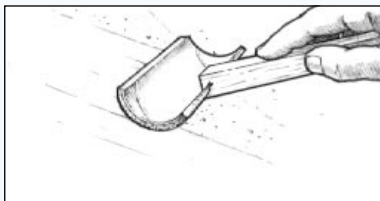

Figura 31 Tamponare il rivestimento trascinando delicatamente un pennello a forma di rullo di schiuma sulla resina fresca.
8. **Dopo l'applicazione di ogni singola mano, "tamponare"** il rivestimento trascinando delicatamente un pennello a forma di rullo di schiuma sulla resina fresca con lunghe e uniformi passate sovrapposte. Esercitare una pressione sufficiente a uniformare i ritocchi, ma non sufficiente a rimuovere la resina (*Figura 31*). Alternare la direzione di applicazione delle varie mani, la prima mano in verticale, la seconda in orizzontale, la terza in verticale, ecc. Per ottenere un'eccellente pennello per tamponare, tagliare un rullo WEST SYSTEM in segmenti.